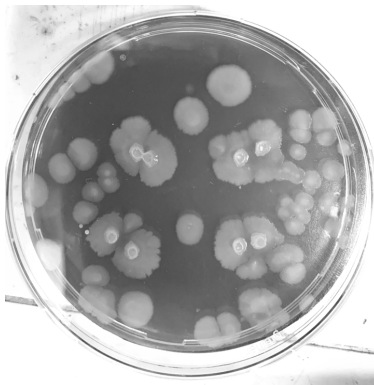

Figure 6: Inoculation avec la méthode top agar
- Aucune amélioration en ce qui concerne la contamination avec la méthode top agar voir Fig6